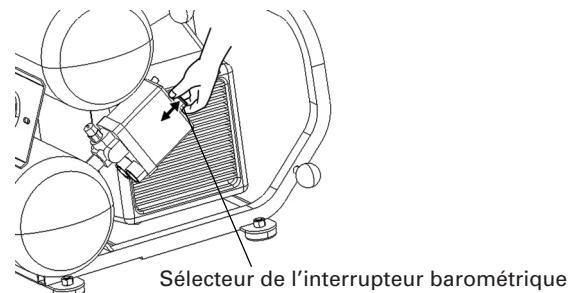
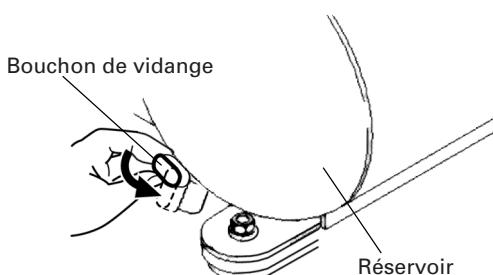
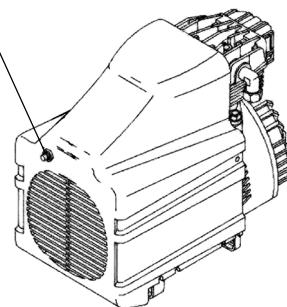

Fig. 2
Fig. 7
Fig. 8
Vérifier que le sélecteur de l'interrupteur barométrique se trouve sur la position «OFF» (Fig. 2) . Si l'on branche la ficha dans la prise alors que le sélecteur de l'interrupteur barométrique se trouve sur «ON», le compresseur se mettra en marche immédiatement, risquant de causer de graves blessures.
Brancher la fiche dans la prise et mettre le compresseur en marche en positionnant le sélecteur de l'interrupteur barométrique sur «ON» (Voir Fig. 2).
- (1) Positionner le sélecteur de l'interrupteur barométrique sur «OFF» (Voir Fig. 1 et Fig. 2).
- (2) Débrancher la fiche de la source d'alimentation.
- (3) Ouvrir le bouchon de vidange qui se trouve sous la partie inférieure du réservoir (Fig. 7).
- (1) Appuyer sur le bouton du commutateur de pression pour le mettre en position «OFF» et déconnecter la fiche de la prise secteur. (Fig. 2)
- (2) Si le cordon prolongateur n'est pas conforme aux spécifications données à la page 18, le remplacer par un cordon prolongateur comme ceux montrés à la page 18. Si la capacité de l'alimentation secteur est insuffisante, augmenter la capacité pour éliminer la cause d'un flux de courant excessif (surintensité).
- (3) Attendre environ 5 minutes, puis appuyer sur le commutateur de réinitialisation du protecteur thermique (Fig. 8).
- (4) Démarrer. Si le moteur s'arrête à nouveau pendant le fonctionnement, contacter le centre de service.
Vidanger le réservoir tous les jours ou toutes les 4 heures d'utilisation. Ouvrir le bouchon de vidange et incliner le compresseur pour vider l'eau qui s'est accumulée (Voir Fig. 7).